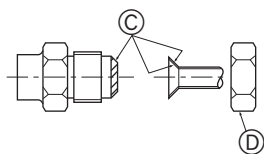

Fig. 4-2
A) (Fig. 4-2) (mm [inch])
B) (Fig. 4-2)
### 4.2. Tubos de conexión (Fig. 4-2)